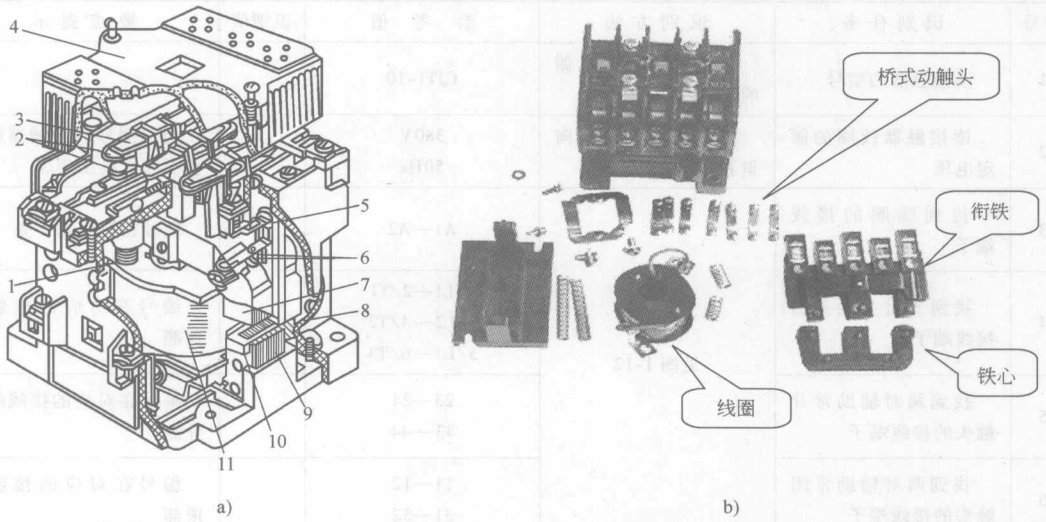
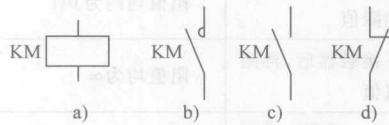

图 1-10 CJ 系列交流接触器的结构图
图 1-11 接触器的符号
④ 结构与符号。如图 1-10 所示, 交流接触器由触头系统、电磁系统、灭弧装置及辅助结构等部分组成。当接触器的线圈得电时, 其衔铁和铁心吸合, 从而带动其常闭触头断开、常开触头闭合; 当接触器的线圈失电时, 其衔铁和铁心释放, 从而带动其常开触头复位断开、常闭触头复位闭合。接触器的符号如图 1-11 所示。